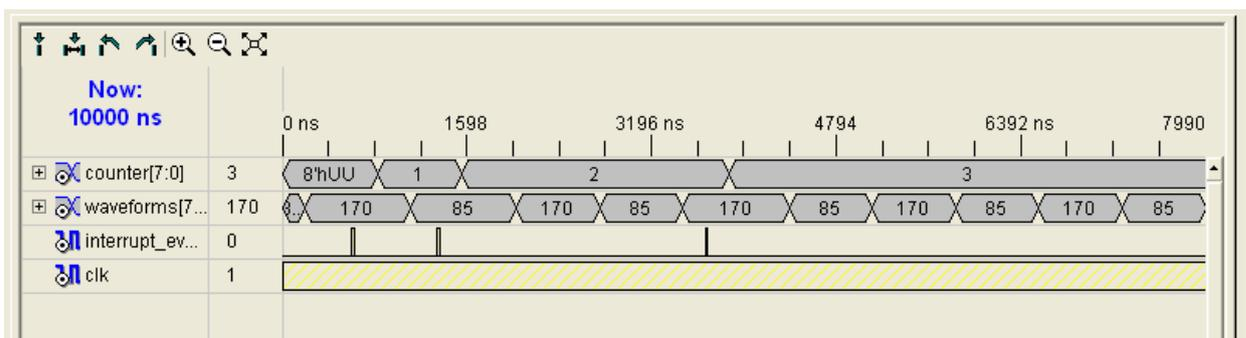

Рис. 17. iSIM HDL Simulator
- ❶ Выберите самый верхний уровень иерархии дизайна (файл *kcpsm3_int_test.vhd*) в окне Project.
- ❷ В окне Processes дважды щелкните на **Implement Design** (Рис. 17)